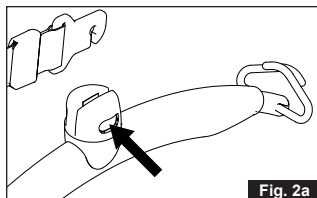
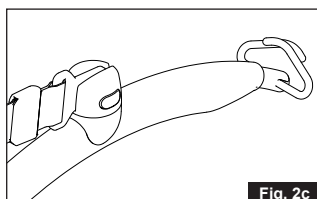

Fig. 2a
Fig. 2c
2. Inserire l'attacco della cinghia nella fessura sulla parte superiore della barra di sollevamento con il lato aperto rivolto verso il basso (Fig. 2a, 2b) e rilasciare il pulsante giallo (Fig. 2c)